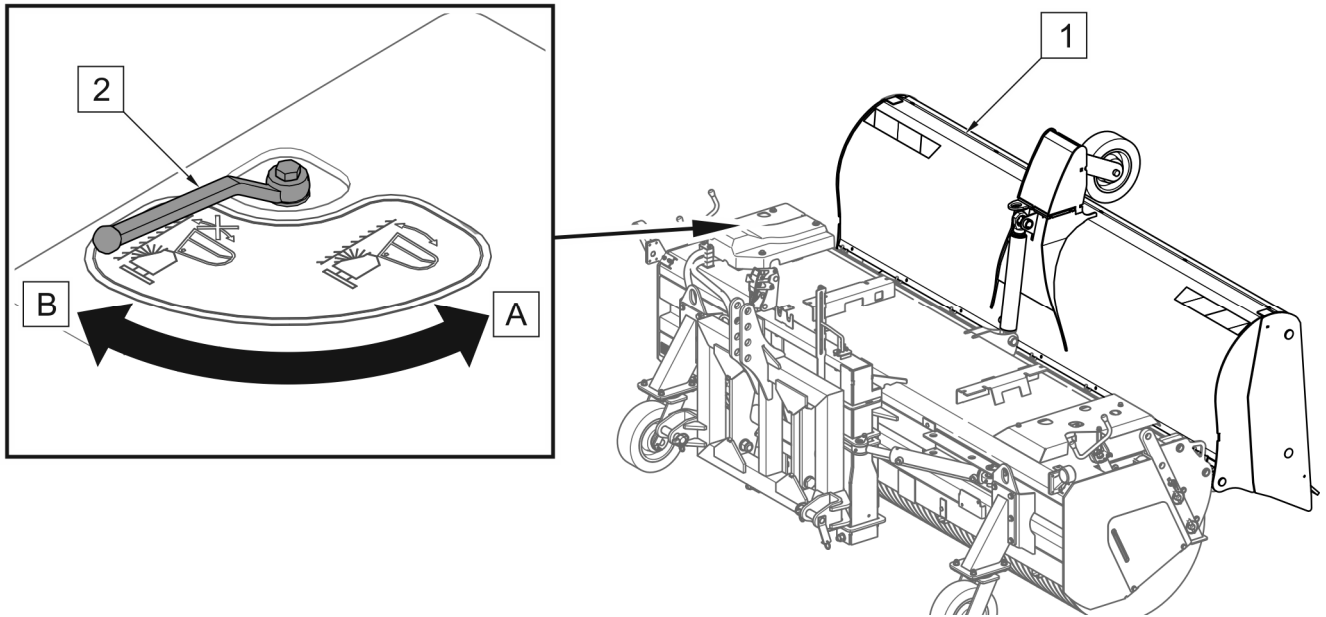

ABBILDUNG 4.16 Verriegeln des Schmutzbehälters
- Den Schmutzbehälter in der oberen Position verriegeln (ABBILDUNG 4.16), indem der Hebel (2) in die Position (B) gedreht wird.
Es ist verboten, die Verriegelung (2) des Schmutzbehälters zu lösen, während die Maschine in Betrieb ist (ABBILDUNG 4.16).